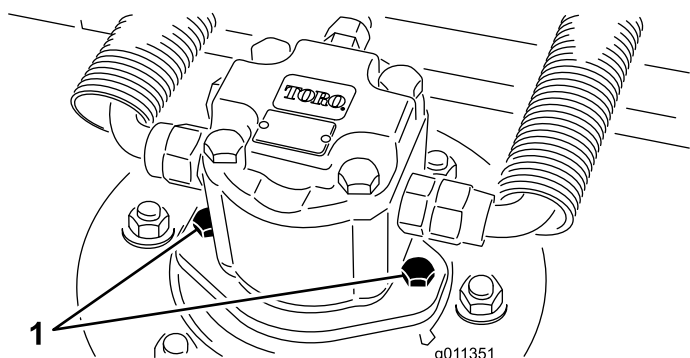

Figure 92
2. Débranchez et déposez le moteur hydraulique du plateau de coupe (Figure 92). Couvrez le dessus de l'axe pour éviter toute contamination.
4. Montez le moteur hydraulique sur le plateau de coupe (Figure 92). Vérifiez que le joint torique est en place et en bon état.